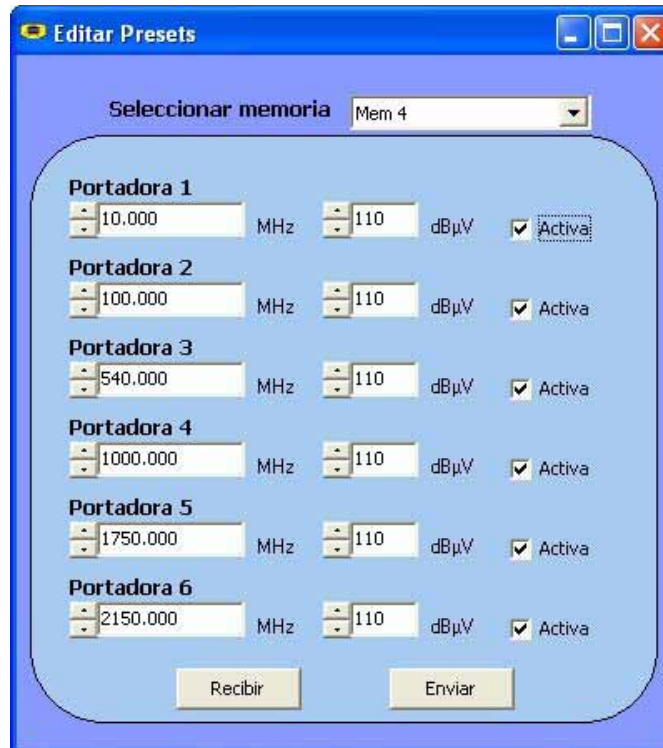

Figura 12.- Edición de PRESETS.
- Editar Presets:** Permite configurar los parámetros de las seis señales piloto (Ver Figura 12.-) y guardarlas agrupadas en una de las 8 memorias disponibles.